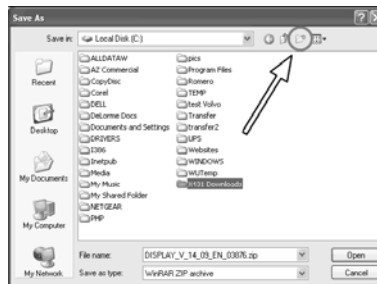

Abb. 3-20
9. Die in Ihrer lokalen Festplatte enthaltenen Ordner sind im Hauptfenster angezeigt. Klicken Sie auf Neuen Ordner erstellen (wie in Abb. 3-20 eingekreist gezeigt). Ein neuer Ordner erscheint im Hauptfenster unter den anderen Ordnern (siehe Abb. 3-20). Tippen Sie X431MASTER Downloads ein.